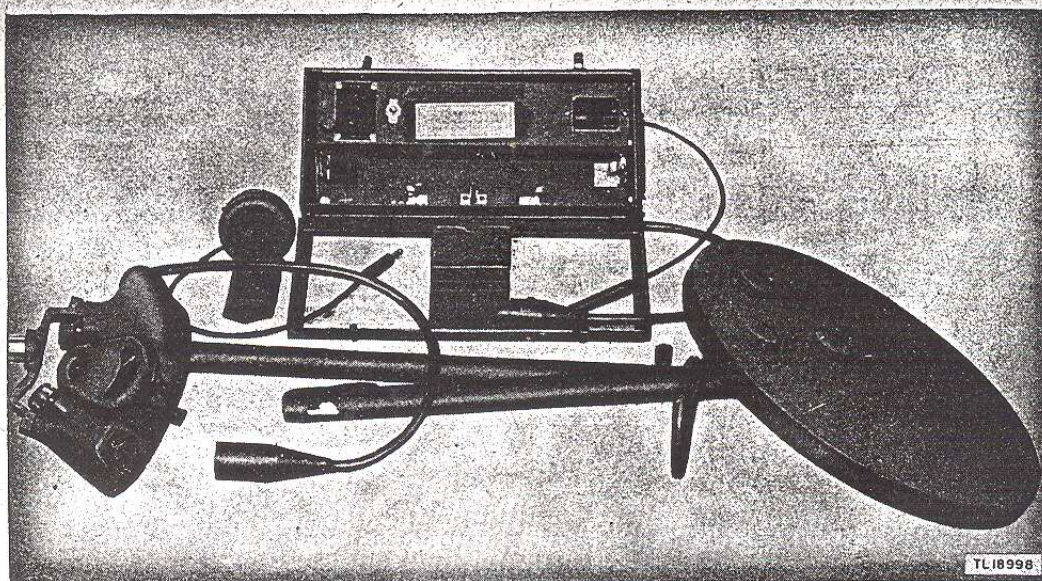

Figure 1.- Détecteur SCR-625-(*).
a) BUT - Les détecteurs SCR-625-A, B, C, D, E et F, sont des détecteurs de mines portatifs, conçus pour être utilisés, à la localisation des masses métalliques enterrées, telles que les mines antichars (Fig. 1).